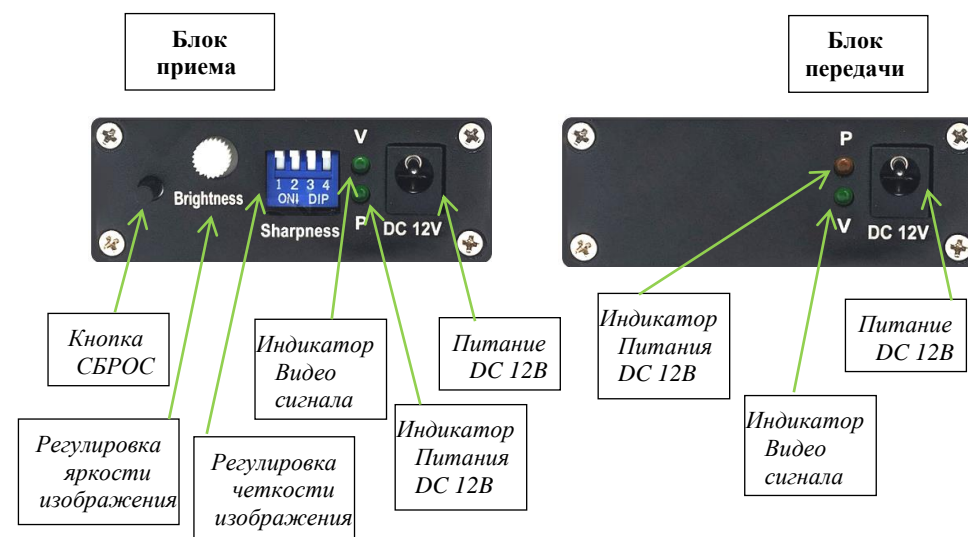

Рис. 2. Схема расположения точек коммутации задней панели блоков
6.4. Для подстройки видео изображения, на блоке приема используйте регулятор настройки яркости (Brightness). Смотрите Рисунок 2.